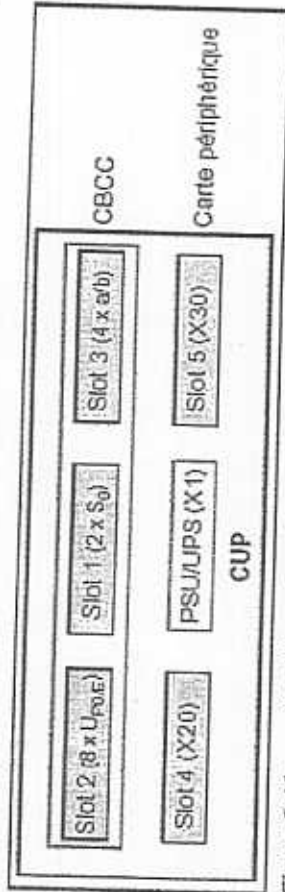

Figure 3-10 Fond de panier CUP (S30777-Q0751-X)
- CUP (Connection Unit Point) S30777-Q0751-X (figure 3-10) - pour montage dans HPath 3350 (boîtier mural)